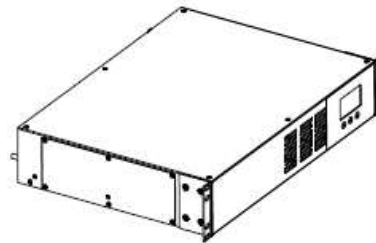

Figure 11
14. Remplacez le panneau latéral en place et réinstallez l'onduleur. (FIG. 11)